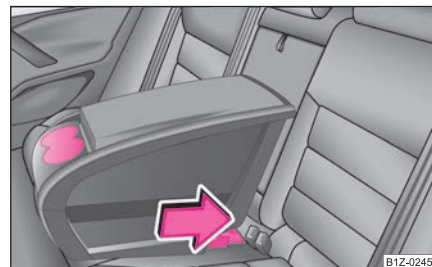

Fig. 113 Caja portaobjetos
- Introducir los brazos de sujeción de la caja portaobjetos en las argollas de sujeción del soporte de sujeción hasta que encastran de modo audible ⇒ fig. 113.